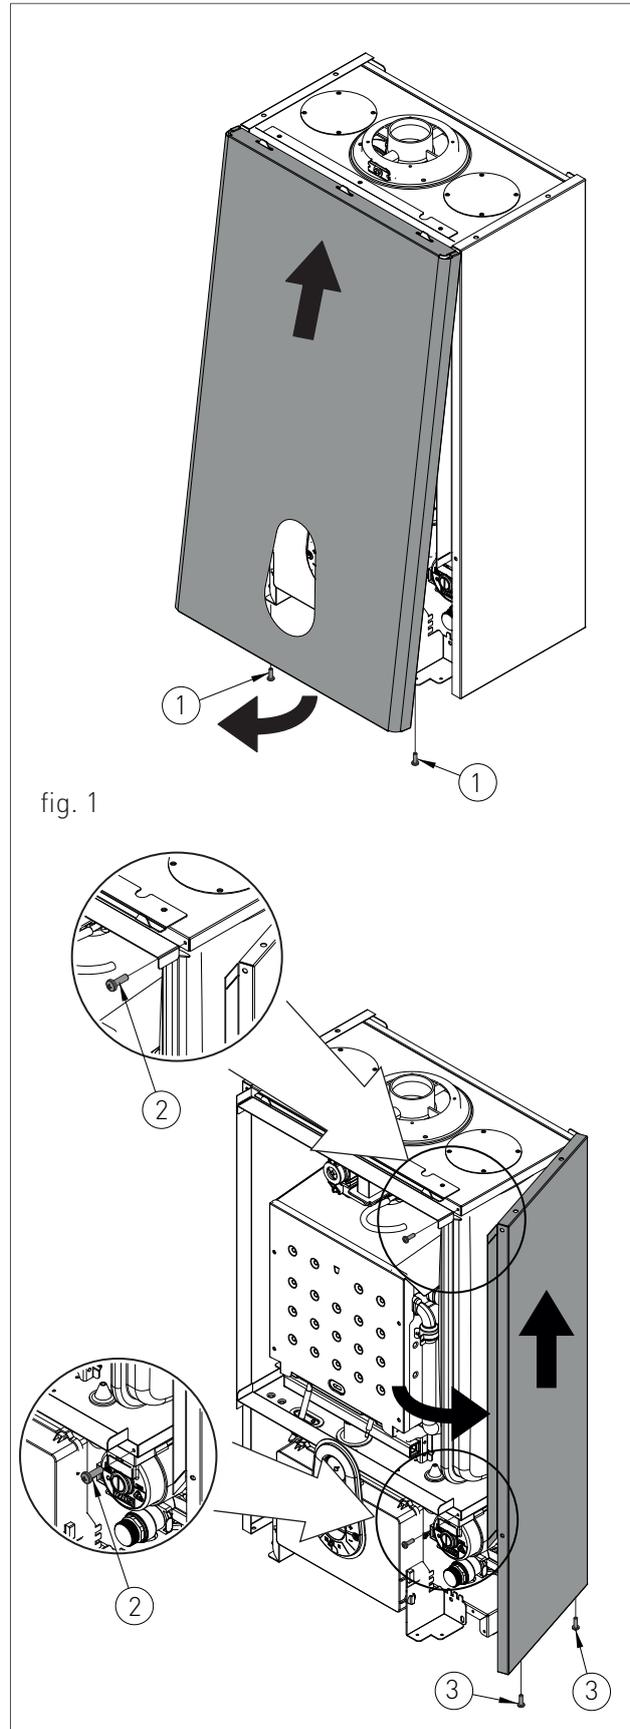

fig. 1
Nota: La posición de funcionamiento de la válvula desviadora de 3 vías se indica por el color visible en el interior ('C' - fig. 1).
- › Quitar los tornillos (1 - fig.1) de fijación colocados en el borde inferior del panel frontal;
- › sujetar el panel frontal en la parte inferior y, tirando hacia uno mismo, sacarlo con un movimiento hacia arriba (ver fig. 1).
- › quitar los tornillos (2 - fig.1) de fijación colocados en el borde frontal del panel lateral;
- › quitar los tornillos (3 - fig.1) de fijación colocados en el borde inferior del panel lateral;
- › sujetar la base del panel y, después de separarlo lateralmente, sacarlo levantándolo (ver fig. 1).
- > Sujetar simultáneamente los estribos soporte del panel de mando ensanchándolos y dar vuelta al panel, girándolo hacia abajo (fig. 1).
- > aflojar los dos tornillos de fijación '1' - fig. 1;
- > liberar los cuatro ganchos '2' - fig. 1;
- › Conectar un tubo flexible al grifo de descarga de la instalación 'RS' (fig. 1) colocar el otro extremo del tubo flexible en una descarga adecuada;
- › girar el grifo de descarga de la instalación 'RS' (fig. 1);
- › Cuando toda el agua ha salido, cerrar las válvulas de respiradero y el grifo de descarga de la instalación 'RS' (fig. 1).